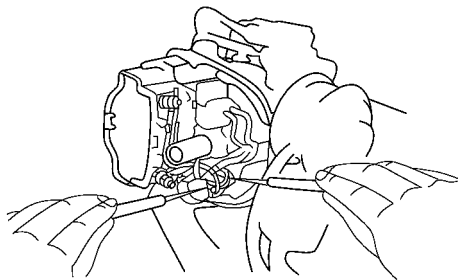

图 5-46 检查信号发生器
(2) 检查信号发生器(感应线圈)。使用电阻表测量信号发生器(感应线圈)的电阻, 如图 5-46 所示。